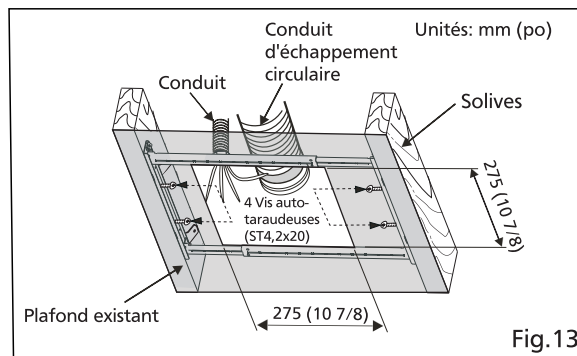

Fig.13
1. Retirer le ventilateur existant et découper une ouverture au plafond. Installer le support Flex-Z Fast™ aux solives en utilisant les 4 vis pré-installées de taraudage (ST4,2x20). Laisser en place le conduit et le câblage existants. (Voir Fig.13)